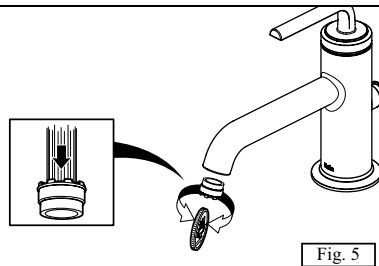

Fig. 5
- Dévisser l'aérateur à l'aide d'une pièce de monnaie et rincer l'aérateur (fig. 5).
- Unscrew the aerator using a coin and rinse the aerator (fig. 5).